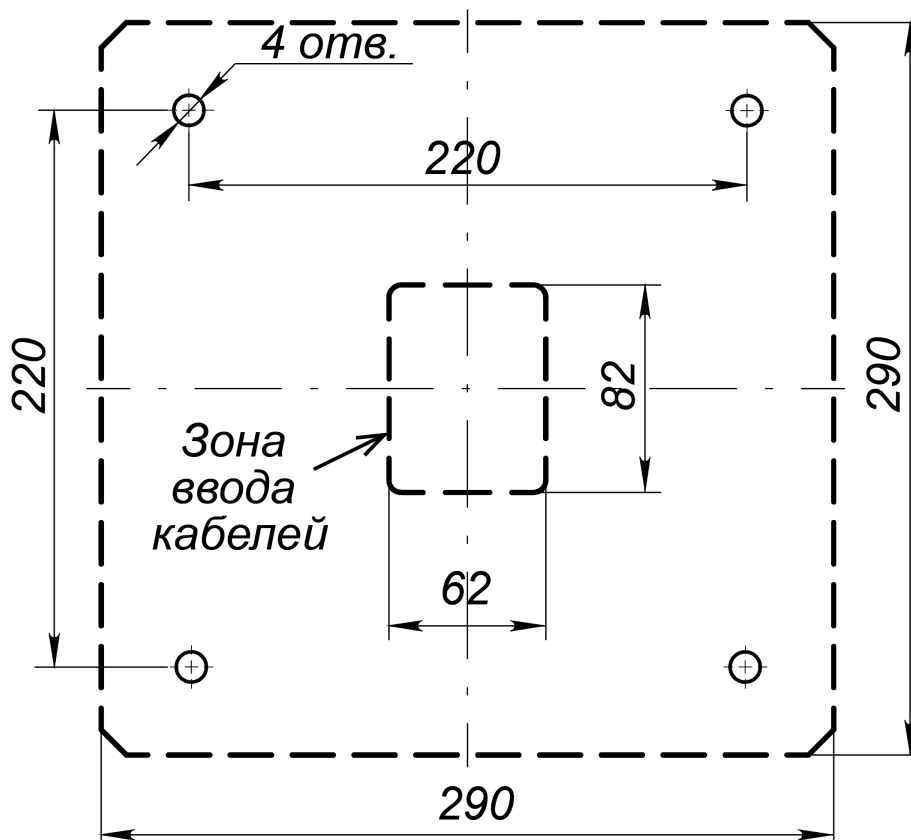

Рисунок 2. Схема разметки для установки стойки
2. При необходимости прокладки кабелей под поверхностью пола подготовьте в полу кабельный канал, подходящий к отверстию для ввода кабелей в основании стойки (см. рис. 2).